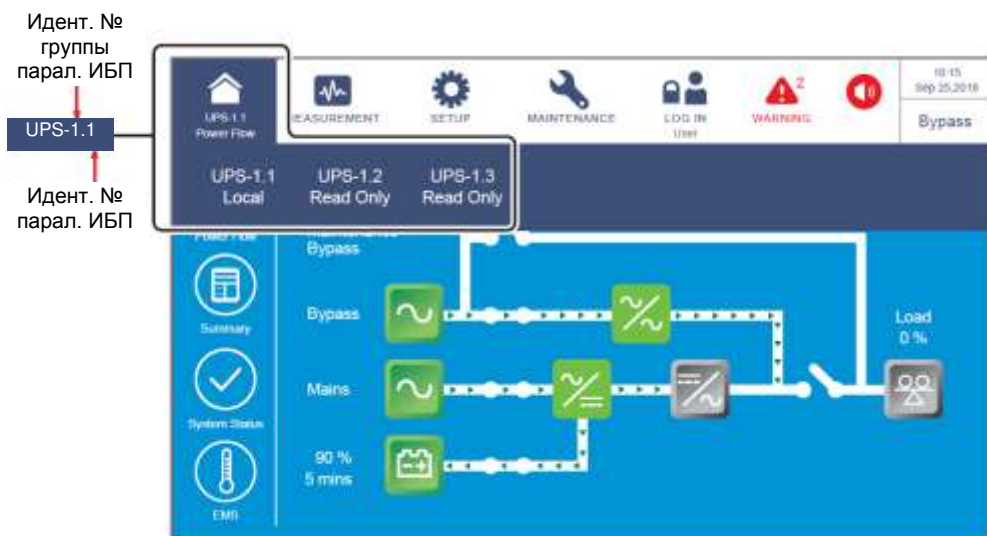

Рисунок 6-12 Экран определения идент. № ИБП и группы ИБП
- в) Для параллельного применения нажать значок (🏠), расположенный в верхнем левом углу экрана, и проверить правильность идентификационного номера параллельной группы и идентификационного номера параллельных ИБП. ИБП с наименьшим идентификационным номером устройства определяется как главный. См. **Рисунок 6-12**.